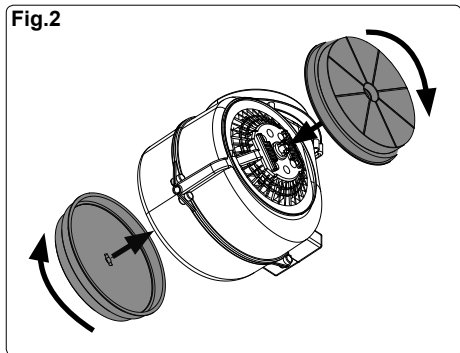

Fig.3
- Applicare la staffa **D** sul tubo **E** e segnare la posizione dei fori da eseguire successivamente (Fig.7a). **Fare attenzione che la posizione della staffa D rispetto al tubo E corrisponda a quella indicata in fig.3.**